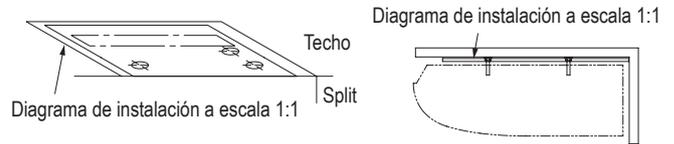

Fig. 4-9
- Si se coloca el diagrama de instalación a escala 1:1 en el techo, se pueden elegir las ubicaciones para cada perno de suspensión. Marcar la ubicación de los agujeros con un lápiz (Fig. 4-9).